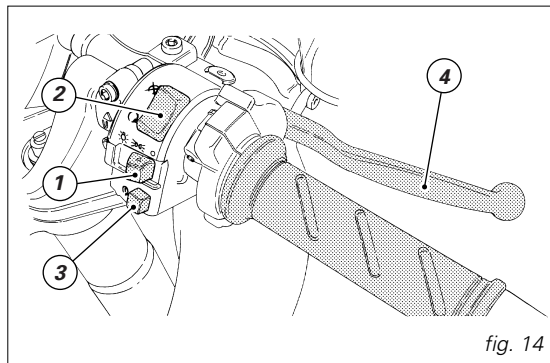

fig. 14
### **Conmutador derecho** (fig. 14)
**Puño giratorio mando acelerador** (fig. 14)
**Leva mando freno delantero** (fig. 14)